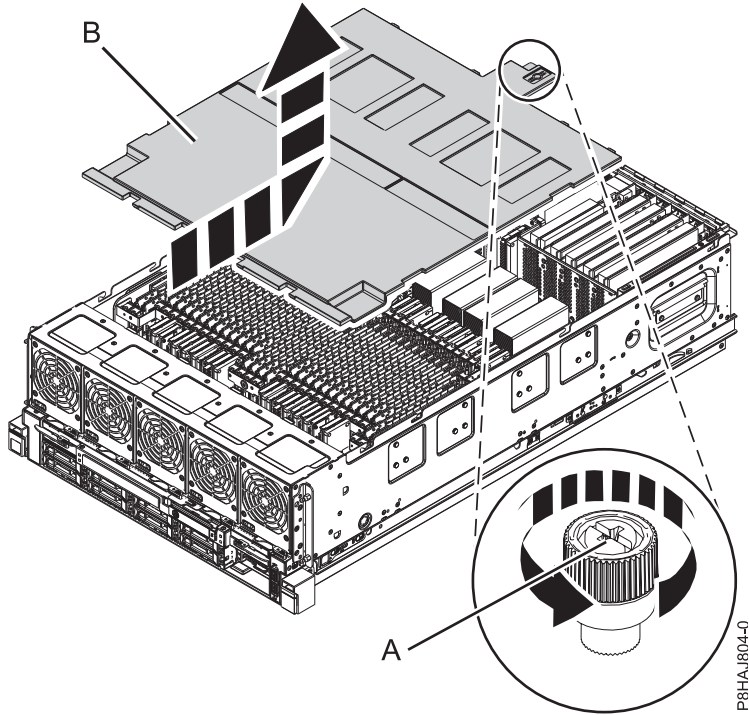

Figure 33. Retrait du capot de sécurité
2. Desserrez la vis moletée (A) située à l'arrière du capot en la tournant dans la direction illustrée dans la figure 33, à la page 48.
3. Faites glisser le capot de sécurité (B) vers l'arrière du système. Une fois l'avant du capot dégagé du bord supérieur du châssis, soulevez et retirez le capot.